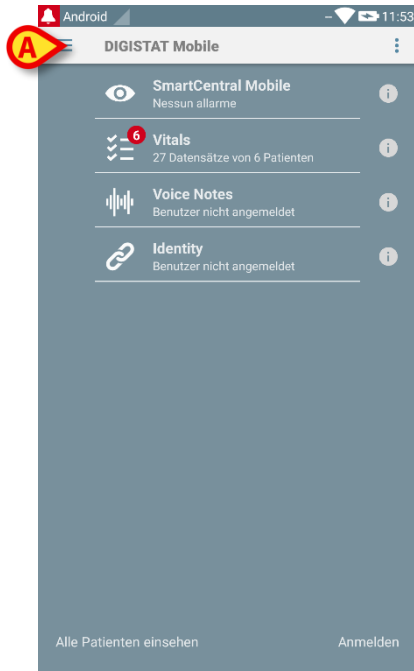
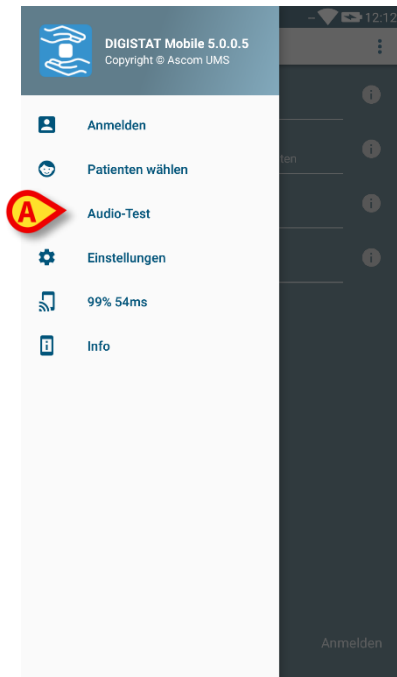

Abb. 19
Abb. 20
- Aktivieren Sie den Hauptbildschirm der Digistat® Mobile-Anwendung (Abb. 19)
- Berühren Sie das Symbol  in der oberen linken Ecke des Bildschirms (Abb. 19 **A**). Das folgende Menü wird angezeigt (Abb. 20)
- Berühren Sie die Option **Audio-Test** (Abb. 20 **A**).